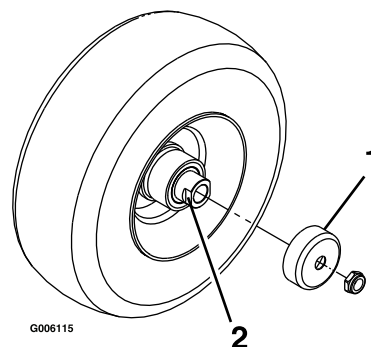

Bild 39
4. Entfernen Sie die Dichtungsabdeckungen von der Radnabe (Bild 39).